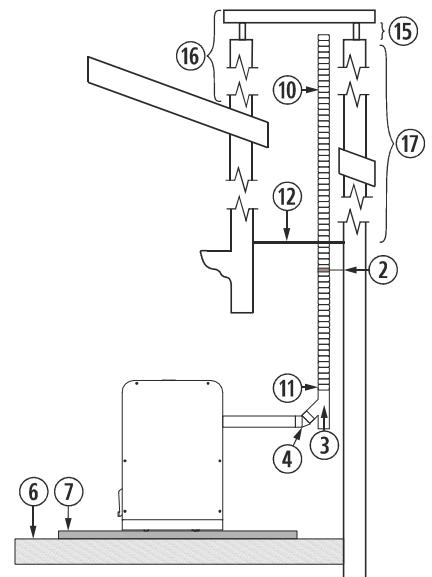

Figura 6
- 4.26.** L'installazione di una stufa ad incasso in un caminetto può essere realizzata in completa totalità in un tubo flessibile, così come è indicato nella *figura 6*. Dobbiamo prestare speciale attenzione al momento di realizzare l'isolamento tra il caminetto e il tubo di fuoriuscita di gas per evitare possibili arretramenti di gas in caso di tormenta.